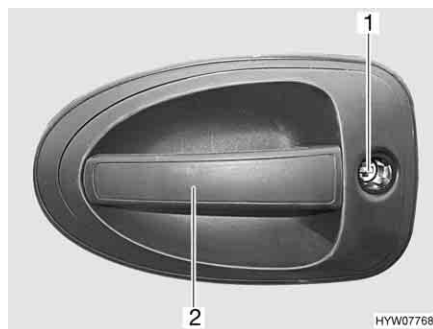

Bild 59 Türschloss Fahrertür, außen
- Schlüssel in Schließzylinder (Bild 59,1) stecken und drehen, bis das Türschloss entriegelt ist.
- Am Türgriff (Bild 59,2) ziehen. Die Tür ist geöffnet.
- Schlüssel in Schließzylinder (Bild 59,1) stecken und drehen, bis das Türschloss verriegelt ist.